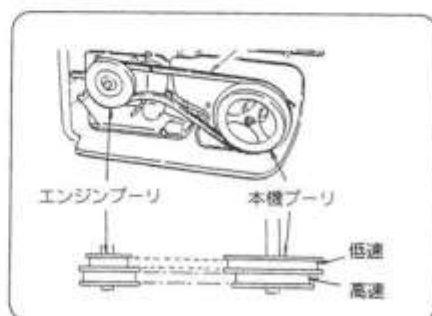

図32
9-2 変速のしかた(図32)
- ※ベルトを外すときは、本機プリー側から外してください。(図32・34)
- ※ベルトを掛けるときは、エンジン側から掛けてください。(図32・34)